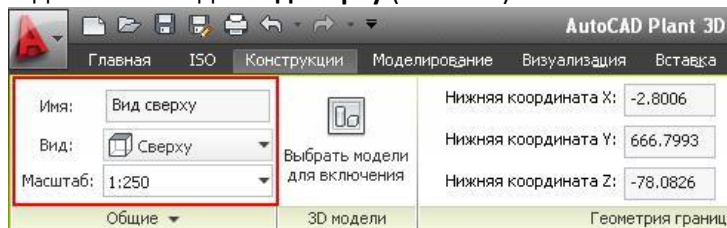

Рис. 123
- Задайте имя вида: **Вид сверху** (Рис. 123).